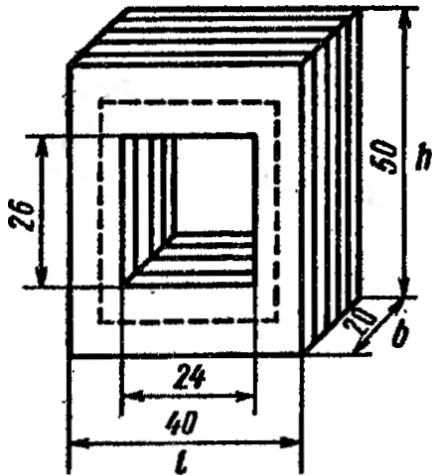

Рис. 6.1
**ЗАДАЧА 6.1.** В сердечнике, представленном на рис. 6.1, необходимо создать магнитный поток  $\Phi = 2,2 \cdot 10^{-4}$  Вб при токе в обмотке  $I=1,2$  А. Толщина пакета магнитопровода  $b=2$  см. Определить необходимое число витков, если сердечник выполнен из листовой электротехнической стали (рис. 5.2).
**ЗАДАЧА 6.2.** На рис. 6.1 представлены геометрические размеры сердечника, имеющего зазоры  $\delta=2$  мм каждый. Верхняя часть выполнена из листовой электротехнической стали, нижняя из литой стали (см. рис. 6.1). Определить, какой ток надо пропустить по обмотке с- числом витков  $\mu=1750$ , нанесенной на магнитопровод, для создания магнитного потока  $\Phi=2,5 \cdot 10^{-4}$  Вб.
**ЗАДАЧА 7.1.** В цепь с переменным синусоидальным напряжением, действующее значение которого  $U = 220$  В, с частотой переменного тока 50 Гц включена катушка, обладающая активным сопротивлением  $R = 4$  Ом и индуктивным сопротивлением  $X_L = 2$  Ом (рис. 6.1).